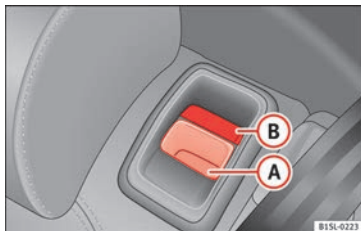

Fig. 136 Asiento trasero: tecla de desbloqueo (A); marca roja (B).
- Tire de la tecla de desbloqueo » fig. 136 (A) hacia delante y levante al mismo tiempo el respaldo del asiento trasero.
- El respaldo del asiento trasero se encuentra enclavado cuando se ve la marca roja de la tecla (B).